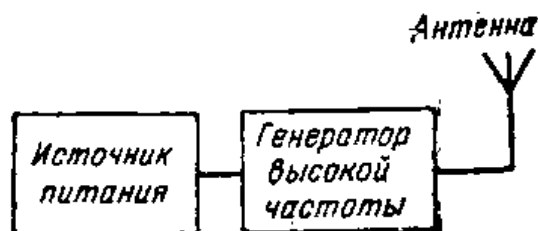

Рис. VI.143. Основными узлами передатчика являются источник питания, генератор высокой частоты и антенна.
**Радиосигналы.** Выше мы познакомились с основными принципами приема радиосигналов. Перейдем теперь к вопросам, касающимся передачи радиоволн. Основными узлами передатчика являются генератор высокой частоты, источник питания и антенна. Как показано на схеме рис. VI.143, генератор высокой частоты связан с антенной, излучающей сигналы в пространство.